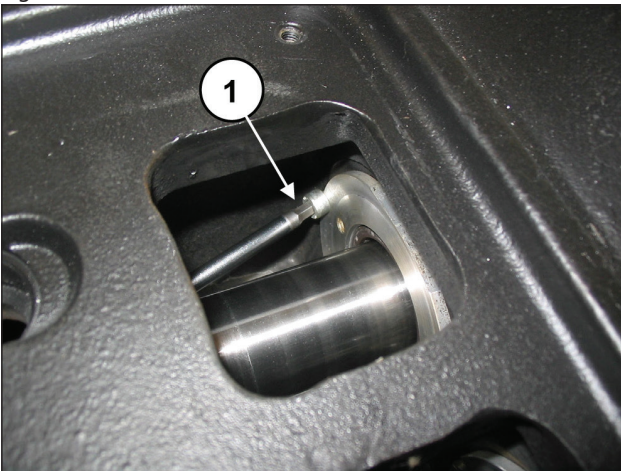

Fig. 127
Dévisser les deux vis de blocage du carter d'huile (rep. ①, Fig. 127).